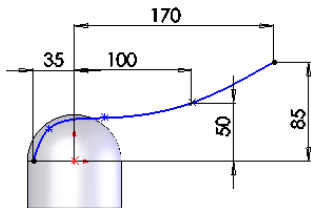

图 6-88 绘制的草图
**12** 绘制草图。在菜单栏中选择“工具”→“草图绘制实体”→“样条曲线”命令，或者单击“草图”工具栏中的“样条曲线”图标按钮，绘制如图 6-88 所示的草图并标注尺寸，然后退出草图绘制状态。